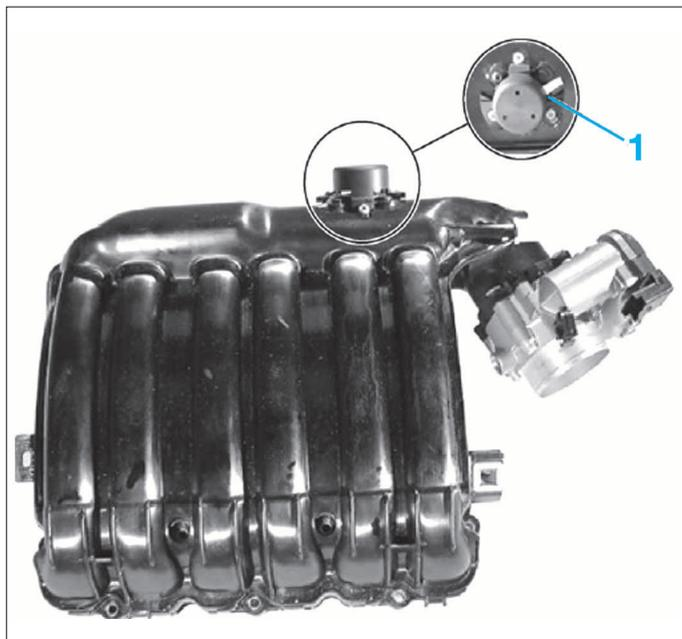

FIG. 18
COLLECTEUR/RÉPARTITEUR D'AIR D'ADMISSION (FIG.18)
Un clapet de décharge (1) taré à 1 bar permet d'évacuer la surpression en cas de besoin (Fig.18).